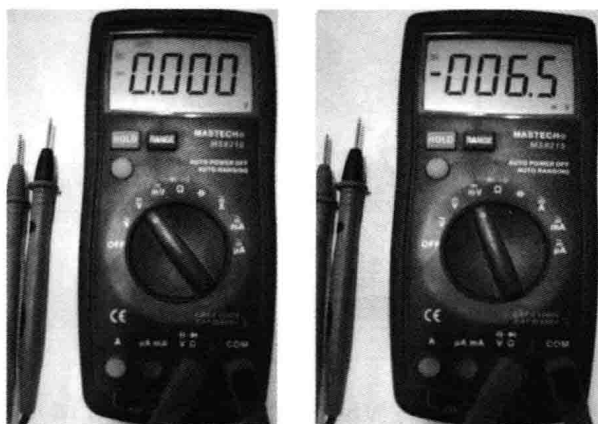

图 5-22 将表笔插入插孔
(2) 将黑色表笔插入 COM 插孔，红色表笔插入 V Ω 插孔，如图 5-22 所示。